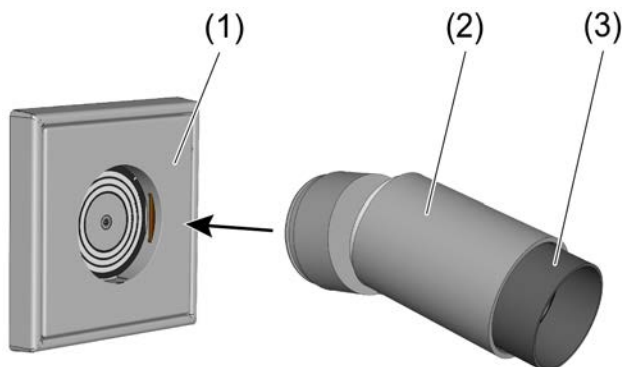

рисунок 2: Установка осветительной насадки
- Установите осветительную насадку (2) на смонтированную осветительную штепсельную розетку (1) (рисунок 2).